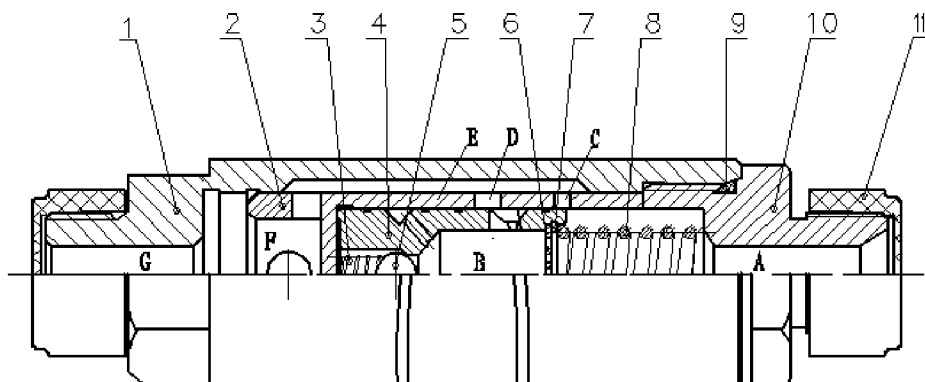

Abb. 10-10
10.6 Steuerventil (Abb. 10-10)